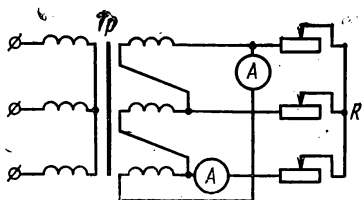

Рис. 2.74
7. Уравнительный ток во вторичной обмотке трансформатора, соединенной в треугольник (рис. 2.74) создает падения напряжения, которые уравнивают э. д. с. гармоник, кратных трем. Поэтому линейные (фаз-
10. Собрать цепь (см. рис. 2.74) и показать ее преподавателю для проверки.